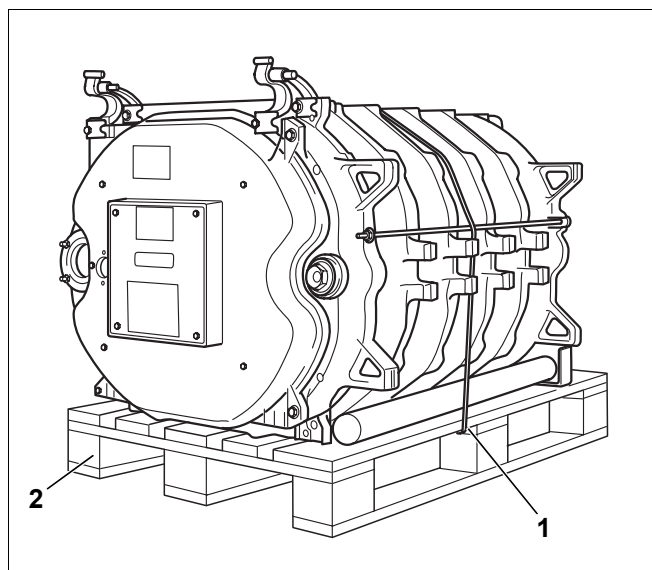

Bild 18 Kesselblock auf Palette
- Sicherungsband durchschneiden (Bild 18, **Pos. 1**).
- Palette vor dem Aufstellen entfernen (Bild 18, **Pos. 2**).